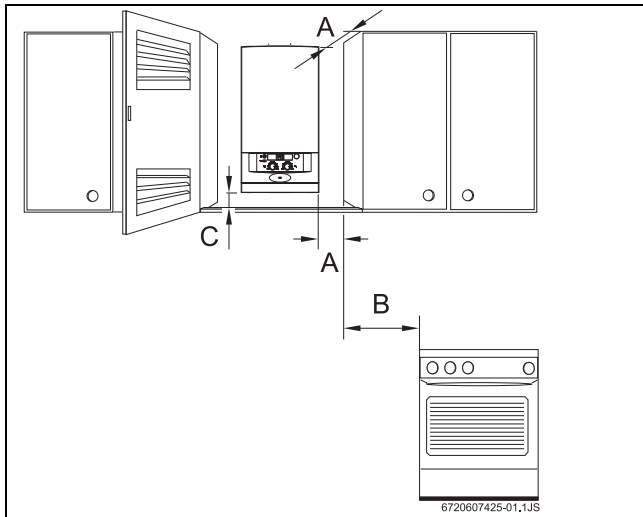

Fig. 6 Separaciones mínimas
- Asegurar la accesibilidad en los trabajos de mantenimiento respetando las separaciones mínimas indicadas en la Fig. 6.